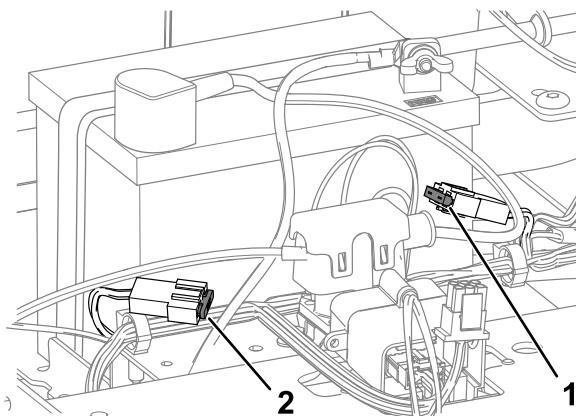

Рисунок 49
4. Чтобы заменить предохранитель, вытяните его из разъема (Рисунок 49).